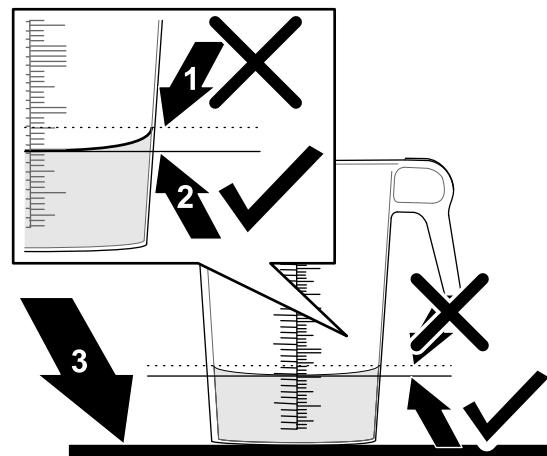

Bild 42
6. Stellen Sie den Behälter mit der Skala auf eine ebene Fläche und notieren Sie das Flüssigkeitsvolumen (**Bild 42**).